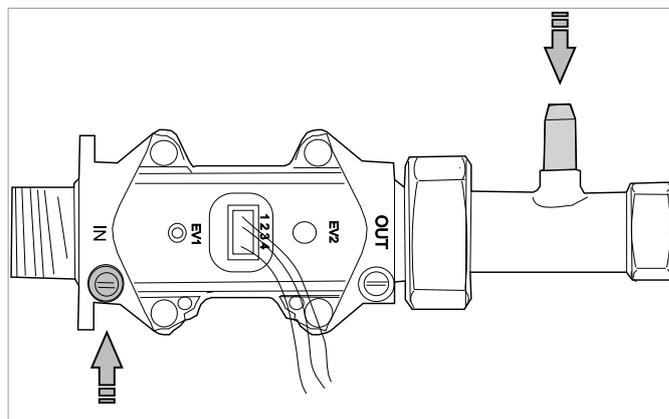

Abbildung 12: Gasmessung
6. Achten Sie darauf, dass zwischen der Platte und dem Scheibenrahmen ein Abstand von 4 mm besteht, damit dieser für Wartungsarbeiten weiterhin zugänglich bleibt (siehe Abbildung 12).